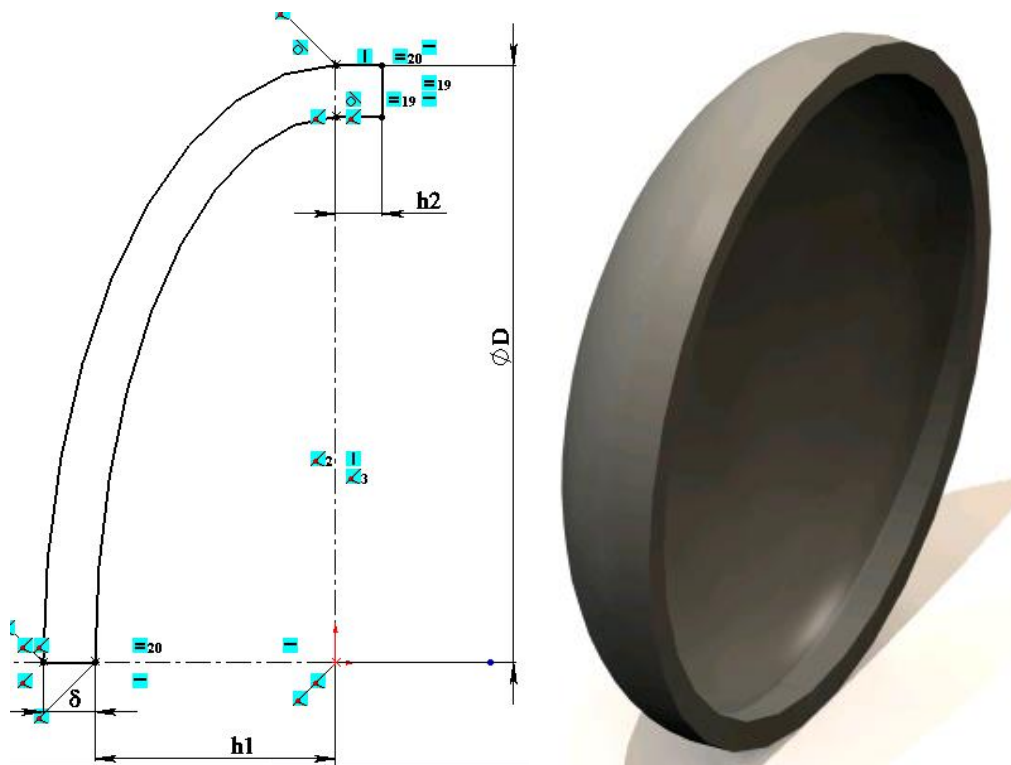

Рисунок 6.7 – Модель еліптичної кришки
11. Для того, щоб модель колектора мала завершений вигляд, необхідно торці циліндрової заготовки закрити еліптичними кришками (рис. 6.7).